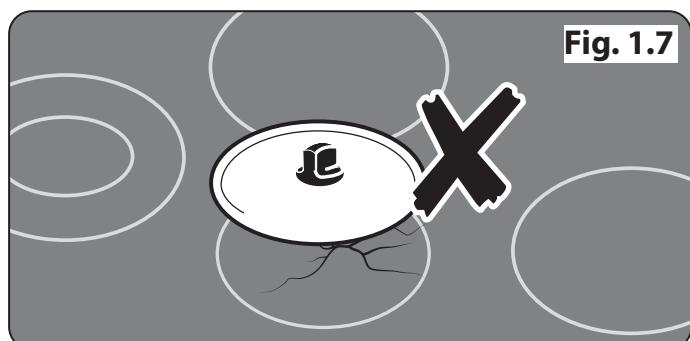

Fig. 1.7
- Prenez soin de **NE PAS POSER LES COUVERCLES CHAUDS** à la surface de la plaque (**Fig. 1.7**). Les couvercles utilisés sur un récipient chaud peuvent « coller » ou créer un effet de « vide » sur la plaque en verre. Si cela se produit, **NE TENTEZ PAS** de soulever le couvercle de la surface en verre car vous pourriez abîmer la plaque. Faites plutôt glisser le couvercle jusqu'au bord de la plaque avant de le soulever, en prenant soin de ne pas rayer la surface en verre. Ou bien attendez que le couvercle refroidisse et que le vide disparaisse, puis retirez le couvercle en le soulevant de la plaque.